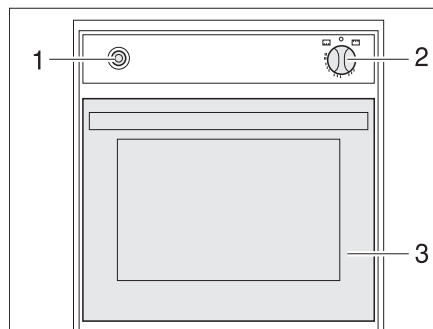

Fig. 136 Horno de gas
- Abrir la puerta del horno (Fig. 136,3) completamente.
- Presionar ligeramente el regulador giratorio (Fig. 136,2) y ponerlo en "Horno".
- Presionar el regulador giratorio (Fig. 136,2) y mantenerlo presionado por 5 a 10 segundos. El gas circula hacia el quemador.
- Presionar el interruptor de encendido (Fig. 136,1) tantas veces como sean necesarias para que arda la llama.
- Girar el regulador giratorio (Fig. 136,2) a "O". La llama se apaga.